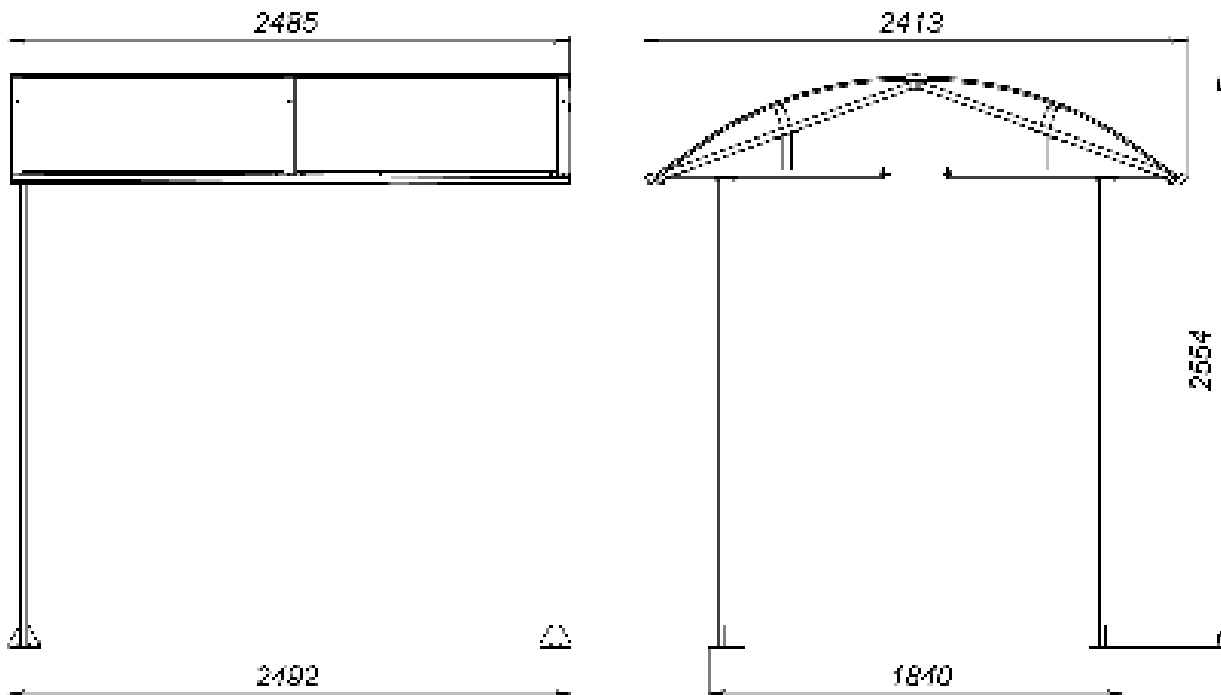
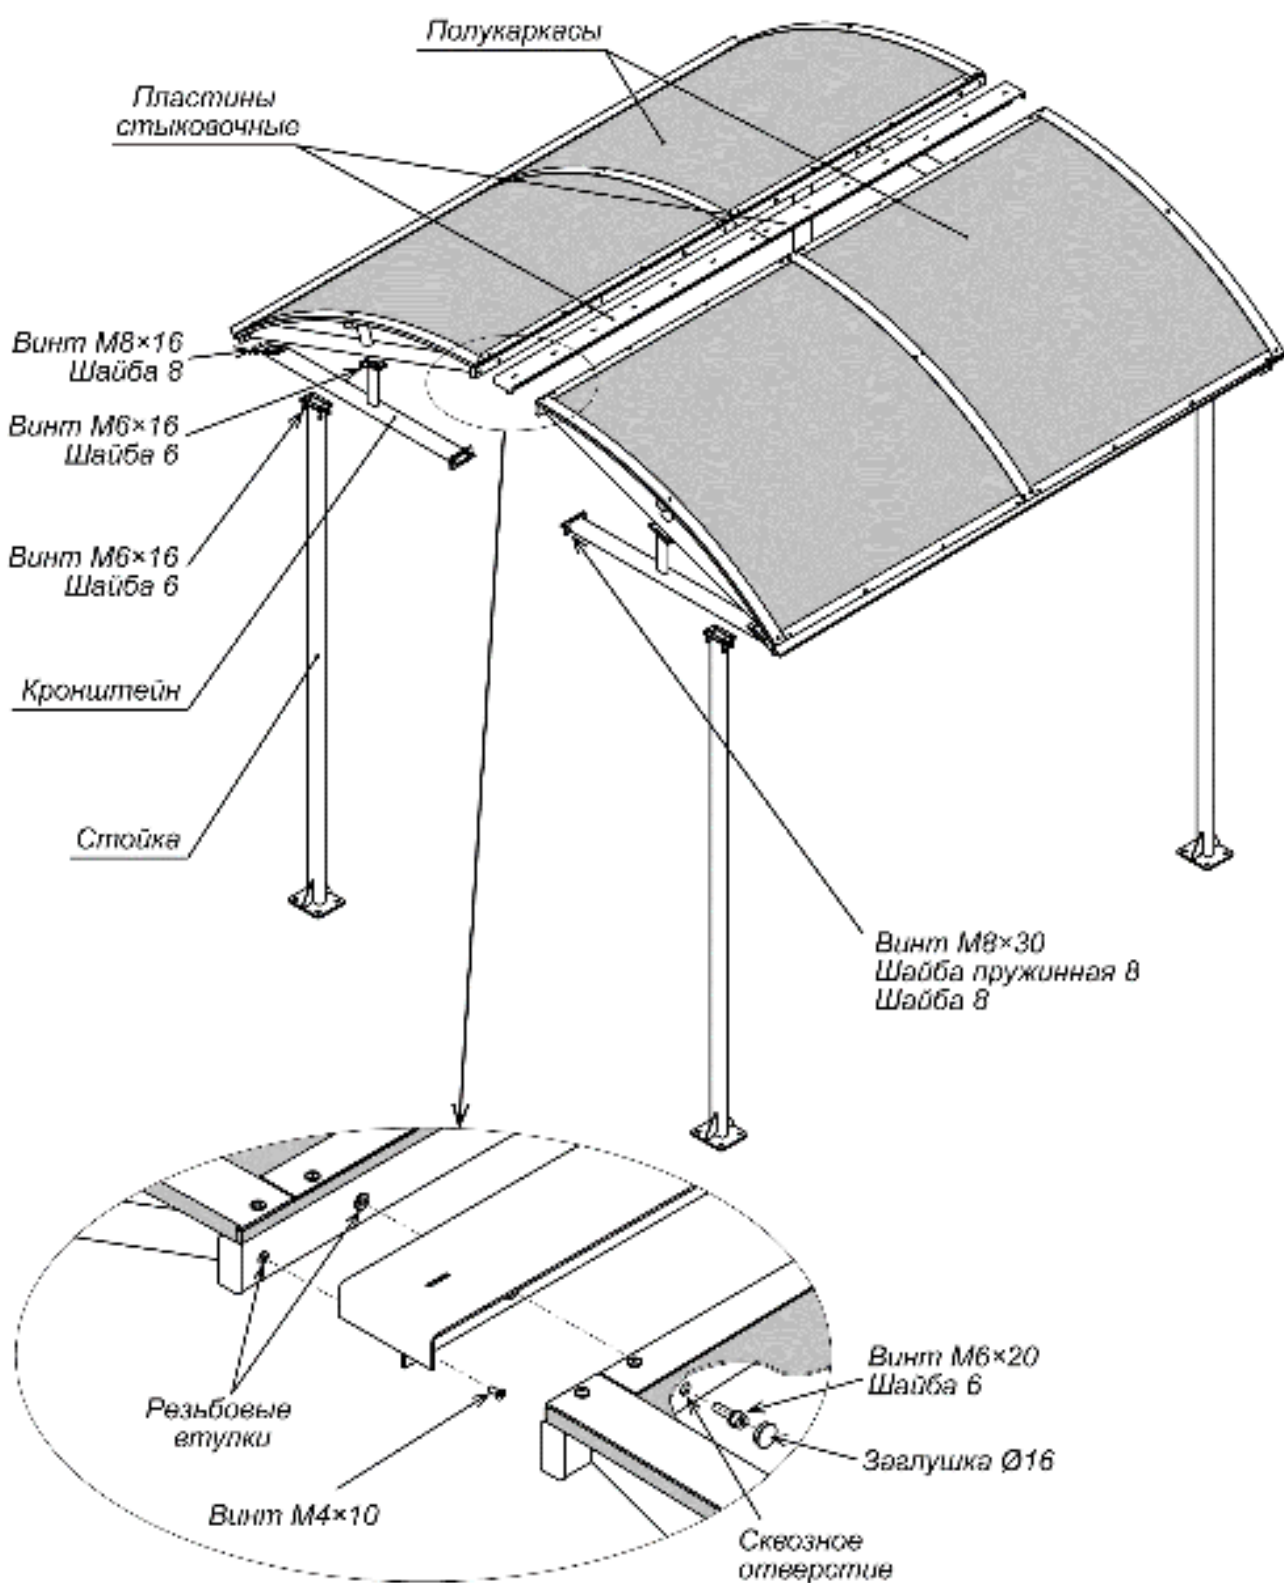
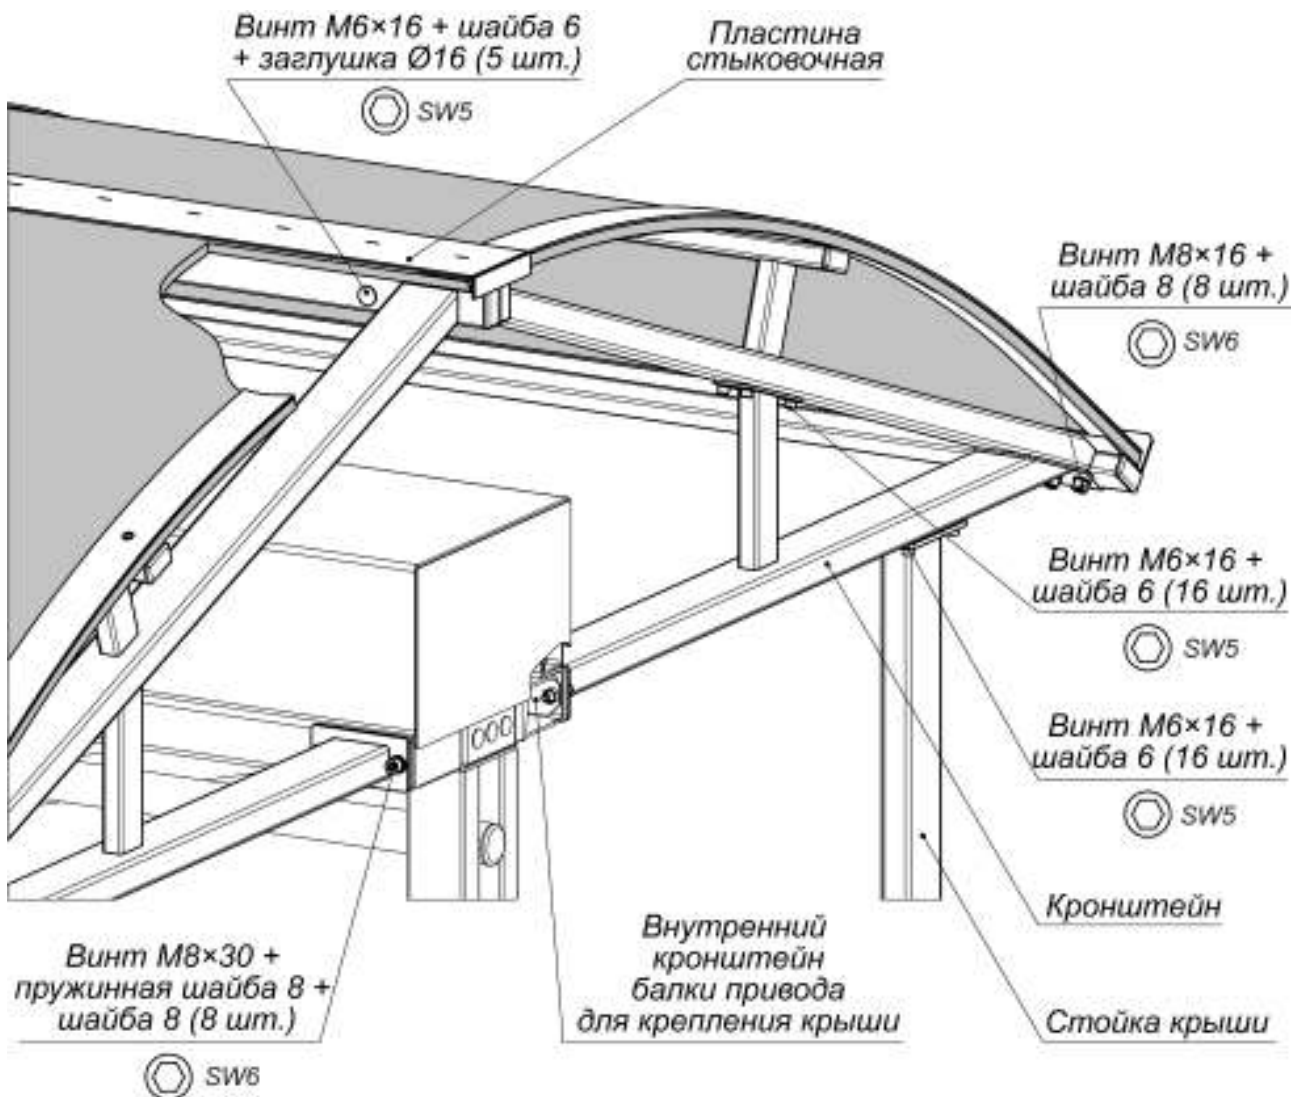

Рисунок 1. Габаритные размеры крыши
Рисунок 2. Устройство крыши
Рисунок 4. Монтаж крыши к балке привода турникета
¹ Габаритные размеры крыши указаны на рис. 1.
Устройство крыши показано на рис. 2. Габаритные размеры крыши показаны на рис. 1.
7. Поднимите кронштейн на верхнюю горизонтальную площадку стойки, совмещая крепежные отверстия и отверстия в стойках и сориентировав фланец кронштейна на боковой поверхности балки привода турникета. Зафиксируйте кронштейн винтами M6×16 с шайбами на каждой стойке, ключ SW5 (см. рис. 4).
9. Закрепите кронштейн двумя винтами М8×30 с пружинными и плоскими шайбами к балке привода турникета, ключ SW6 (см. рис. 4). Затяжка болтов – предварительная. Стык фланца кронштейна и балки привода турникета перед затяжкой винтов рекомендуется герметизировать силиконовым герметиком.
11. Выберите полукаркас, в верхнем профиле которого впрессованы резьбовые втулки (см. рис. 2). Установите его на кронштейны с одной из сторон турникета **PERCo-RTD-20**, зафиксировав его восемью винтами М6×16 с шайбами (ключ SW5) и четырьмя винтами М8×16 с шайбами (ключ SW6) (см. рис. 4).
12. Закрепите две пластины стыковочные на установленном полукаркасе крыши шестью винтами с потайной головкой М4×10 (ключ SW3) (см. рис. 2).
14. Соедините верхние профили полукаркасов винтами М6×20 с шайбами – 6 шт. (ключ SW5) для получения прочной конструкции (см. рис. 2). Отверстия под головки болтов заглушите заглушками Ø16 мм.